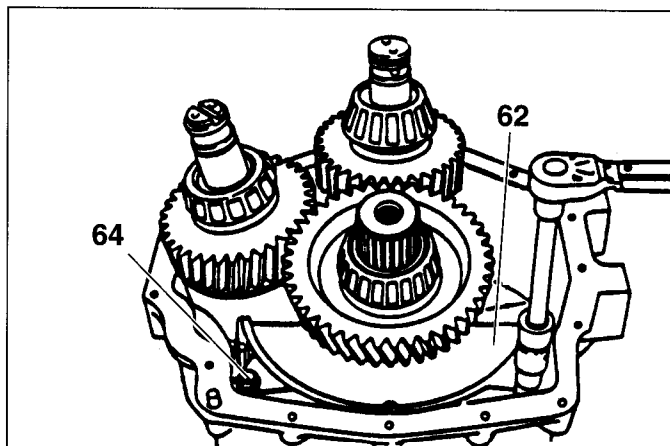

Fig. 41
- 1) Montare il carterino (62) sulla semicarcasta. Le viti sono da avvitare impiegando del liquido frenafilietti LOCTITE 270 e serrate alla coppia di 13 Nm (Fig. 41).
- 1) *Put the casing (62) on the half casing. The screws should be tightened using the thread brake liquid LOCTITE 270 and lock incouples of 13 Nm (Fig. 41).*